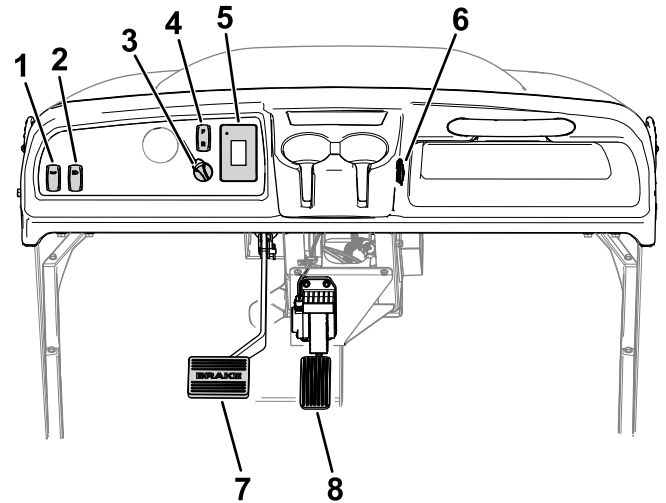

Bild 5
**Hinweis:** Das Lenkrad ist zur besseren Übersichtlichkeit in Bild 5 ausgeblendet.
Der Ganghebel (Bild 5) besitzt zwei Stellungen: VORWÄRTS und RÜCKWÄRTS.
Drücken Sie den Hupenschalter (Bild 5), um die Hupe zu betätigen.
Schalten Sie die Scheinwerfer mit dem Scheinwerferschalter (Bild 5) ein. Drücken Sie den Scheinwerferschalter nach oben, um die Scheinwerfer einzuschalten. Drücken Sie den Scheinwerferschalter nach unten, um die Scheinwerfer auszuschalten.
Über den USB Anschluss (Bild 5) können Sie Ihr Mobilgerät mit Strom versorgen.
Mit dem Schlüsselschalter (Bild 5) können Sie die Maschine ein- und ausschalten oder die Maschine in die Betriebsart TRANSPORT versetzen.